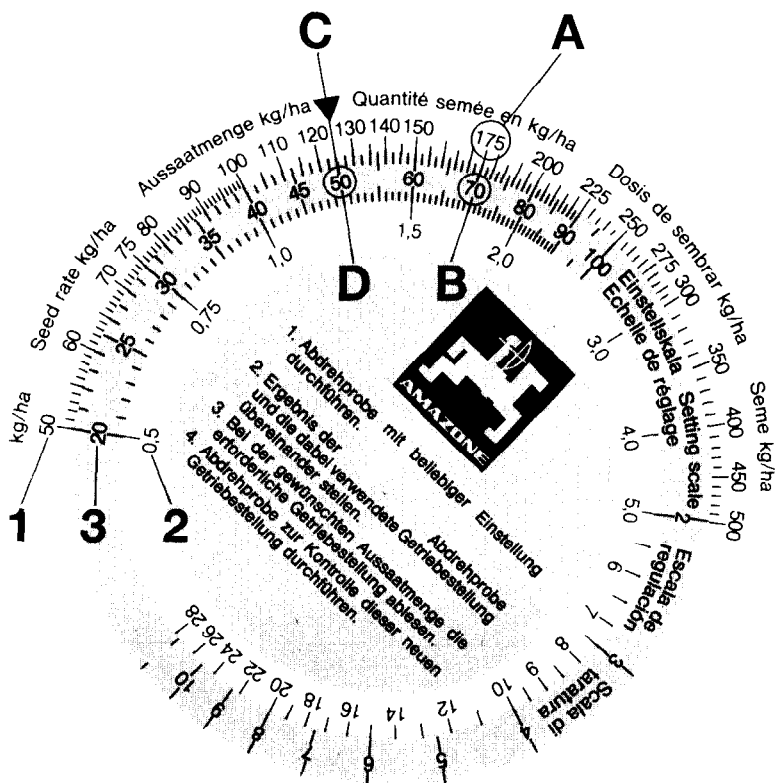

Fig. 1
Die **erste** Abdrehprobe ergibt in der Regel noch nicht die gewünschte Aussaatmenge. Mit den Werten der **ersten** Abdrehprobe kann jedoch die richtige Getriebeeinstell-Nummer leicht mit Hilfe der beiliegenden Rechenscheibe (Fig. 1) ermittelt werden. Die Rechenscheibe besteht aus drei Skalen. Eine äußere weiße Skala (Fig. 1/1) für alle Aussaatmengen über 30 kg/ha und eine innere weiße Skala (Fig. 1/2) für alle Aussaatmengen unter 30 kg/ha. Auf der mittleren farbigen Skala (Fig. 1/3) sind die Getriebeeinstell-Nummern von 1 bis 100 angegeben.
- Die Aussaatmenge 175 kg/ha (Fig. 1/A) und die Getriebeeinstell- Nummer „70“ (Fig. 1/B) auf der Rechenscheibe übereinander stellen.
- Lesen Sie nun auf der Rechenscheibe die Getriebeeinstell-Nummer für die gewünschte Aussaatmenge von 125 kg/ha (Fig. 1/C) ab.
In unserem Beispiel ist das die Getriebeeinstell-Nummer „50“ (Fig. 1/D).